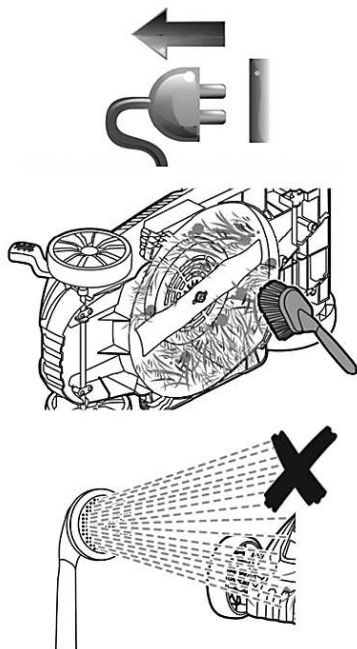

Рис. 20 Обслуживание деки
2. Поверните газонокосилку на бок и щеткой с мягкой щетиной очистите нож и внутреннюю поверхность деки (Рис. 20).